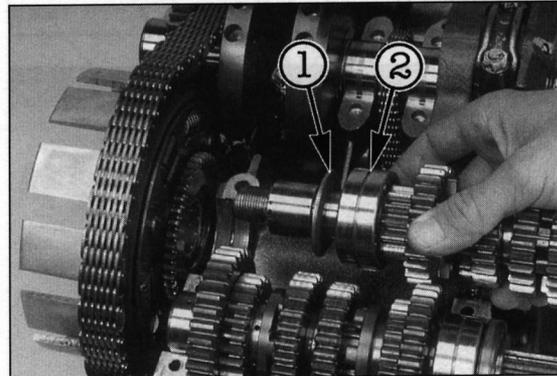

Bild 241
-  Darauf achten, dass Distanzscheibe mit abgechrägter Seite zum Kugellager weist (Bild 241).